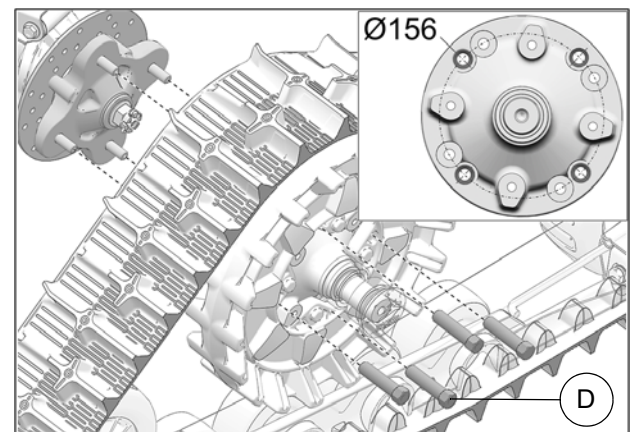

Fig. 8
8. Fixer le système de traction au moyeu de roue arrière. Utiliser le cercle de perçage de Ø156 mm et les écrous de roue M12 (D) fournis. Voir la Fig. 8